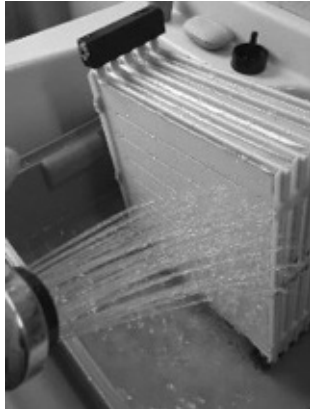

Fig. 17: Éliminer la poussière
7. Vérifiez si la surface de la membrane « A » (voir Fig. 17) de l'insert de l'humidificateur présente des traces de poussière, des décolorations et s'il y a de la saleté et des résidus d'eau dans la gaine.
- Éliminez soigneusement les traces de poussière avec le jet d'eau doux d'une douchette (voir *Fig. 17*). Les éléments internes de l'humidificateur peuvent également être nettoyés de cette façon.